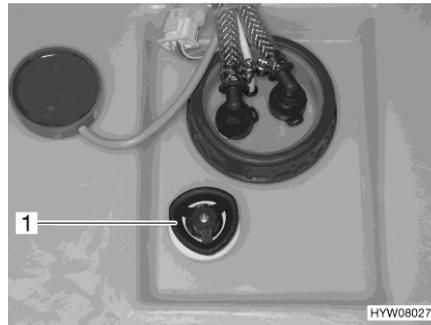

Fig. 135 Serbatoio dell'acqua con maniglia girevole
- Sul serbatoio dell'acqua ruotare la maniglia girevole (Fig. 135,1) in senso antiorario, oltre la resistenza verso l'esterno fino all'arresto, per aprire completamente l'apertura di scarico.